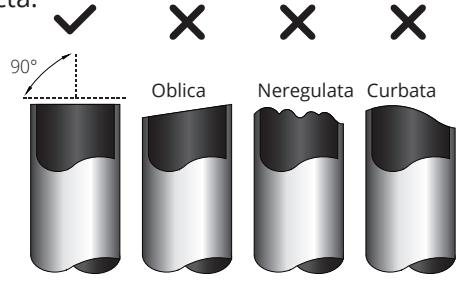

Fig. 7.3
- Asigurati-v-a ca unghiul de tajere este de 90°, perfect. Consultati fig. 7.3 pentru exemple de tajere imperfecta.